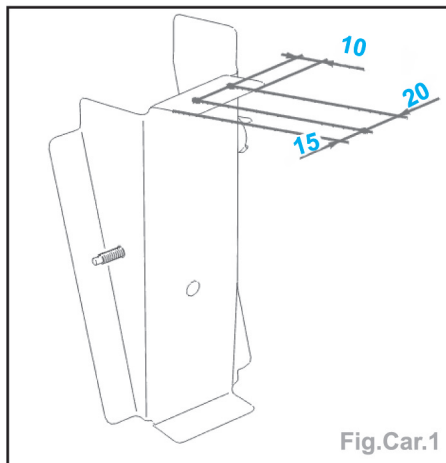

Fig.Car.1
- Tracer puis percer au  $\varnothing 8$  mm pour soudage ultérieur par points bouchons (Fig.Car.1).